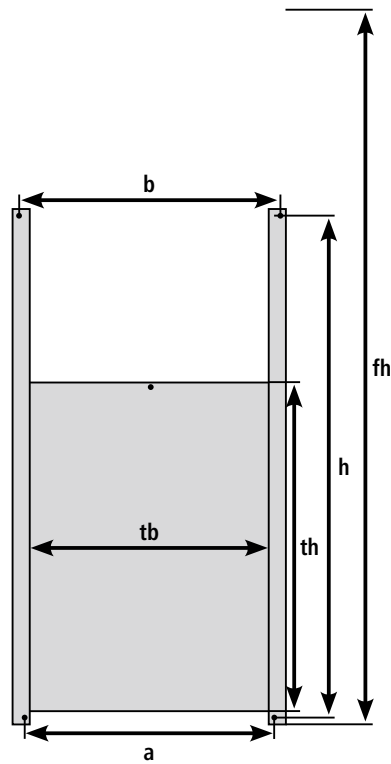

Abbildung 1 / Figure 1 / Figure 1 / Figura 1 / Afbeelding 1
- See Figure 1:
- (1) Door plate
- (2) Guide rails
- (3) Fastening screws (4 pcs)
Zie afbeelding 1: